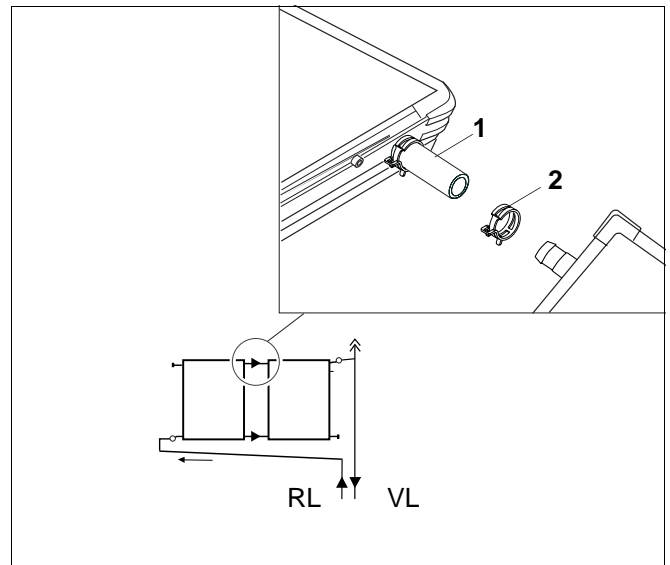

Abb. 16 Anschluss der Kollektoren
- Vor dem Montieren der nächsten Kollektoren zunächst die Federbandschellen (Abb. 16, Pos. 2) über die vormontierten Solarschläuche schieben.
- Beim Einlegen der nächsten Kollektoren die vormontierten Solarschläuche (Abb. 16, Pos. 1) in die Anschlüsse des bereits montierten Kollektors einschieben. Anschließend den Kollektor zwischen den Kollektorhaltern herablassen.